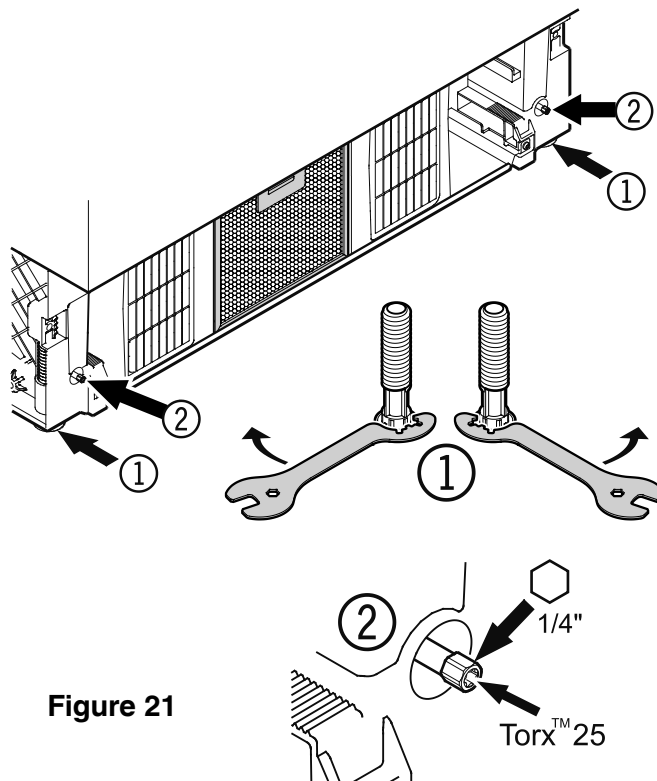

Figure 21
Mise à niveau de l'appareil - Figure 21
1. Ajuster la hauteur à l'avant de l'appareil en tournant les pieds réglables (1). Utiliser la clé plate fournie. Tourner la clé plate dans le sens anti-horaire pour soulever l'avant de l'appareil et dans le sens horaire. Positionner la clé de manière appropriée (Figure 21 - (1)).
2. Ajuster la hauteur à l'arrière de l'appareil à l'aide des barres d'ajustage (2). Utiliser une clé à tube 1/4 po ou la clé Torx 25 fournie.
3. Tourner les pieds réglables (1) jusqu'à ce qu'ils soient bien en place sur le sol.
Afin d'éviter que l'appareil ne bascule vers l'avant, les pieds réglables (1) (Figure 21) doivent être en contact avec le sol.